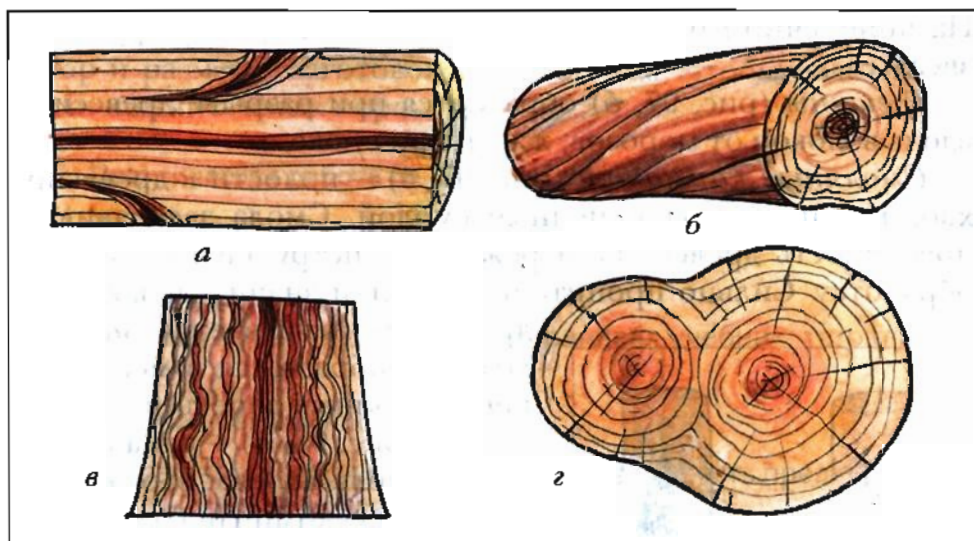

Рис. 96. Пороки древесины по расположению волокон: *а* — сучки, *б* — косослой, *в* — свилеватость, *г* — двойная сердцевина
*Сучки* есть у всех деревьев. Это наиболее распространённый порок древесины (рис. 96, а). Сучки являются основанием сучьев в древесине ствола дерева. Они всегда темнее и прочнее древесины ствола, имеют вокруг себя кривые волокна. Отмершие сучки могут выпадать из древесины, быть гнилыми.
*Косослой* (рис. 96, б) представляет собой винтообразное расположение волокон. При высушивании косослойной древесины происходит её коробление (искривление). Резать косослойную древесину трудно, так как она даёт сколы по направлению волокон.
*Свилеватость* (рис. 96, в) — это волнистое расположение волокон, наблюдаемое в основном в комлевой части дерева,
*Двойная сердцевина* (рис. 96, *г*) выявляется на поперечном распиле ствола в месте его раздвоения. Годичные кольца в этом месте имеют овальную форму. Между двумя сердцевинами древесина рыхлая, часто с вросшей корой.